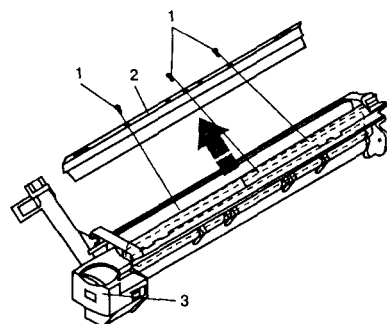
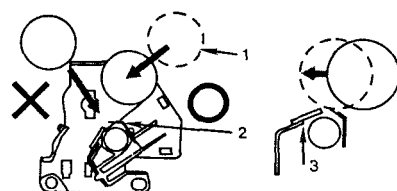

Рис. 7.22
Рис. 7.26
- отвинтите винты 1 (рис. 7.22) лезвия 2 и снимите его, а также фетровые уплотнения. При этом будьте осторожны и не повредите лезвие светобарабана (рис. 7.26);
5. Установите новый светобарабан 1, как показано на рис. 7.26 и закрепите его фиксатором.